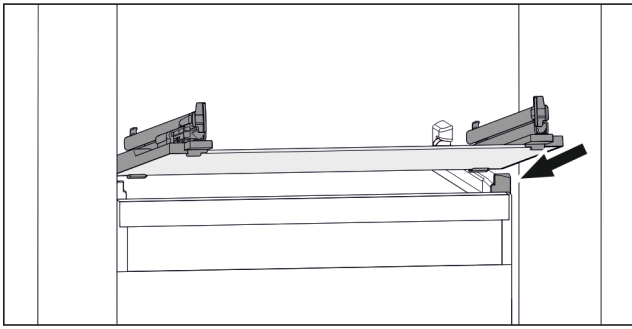

Fig. 119 Приблизне відображення скляної пластини
- ▶ Встановити скляну пластину за стопорами навкоси. (див. Fig. 119)